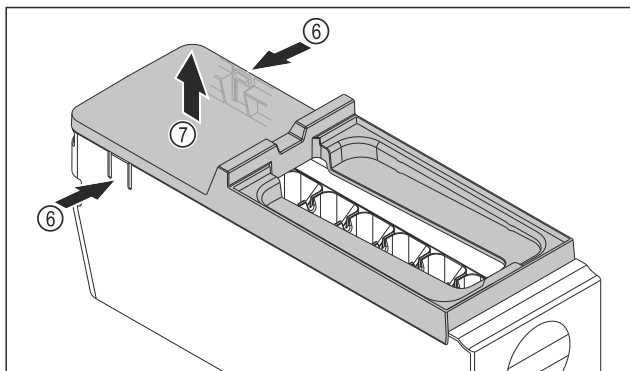

Fig. 88
- ▶ Зняти кришку з корпусу EasyTwist-Ice: натиснути однією рукою на накладки Fig. 88 (6) з обох боків корпусу EasyTwist-Ice.
- ▶ Зняти кришку Fig. 88 (7), потягнувши її вгору іншою рукою.